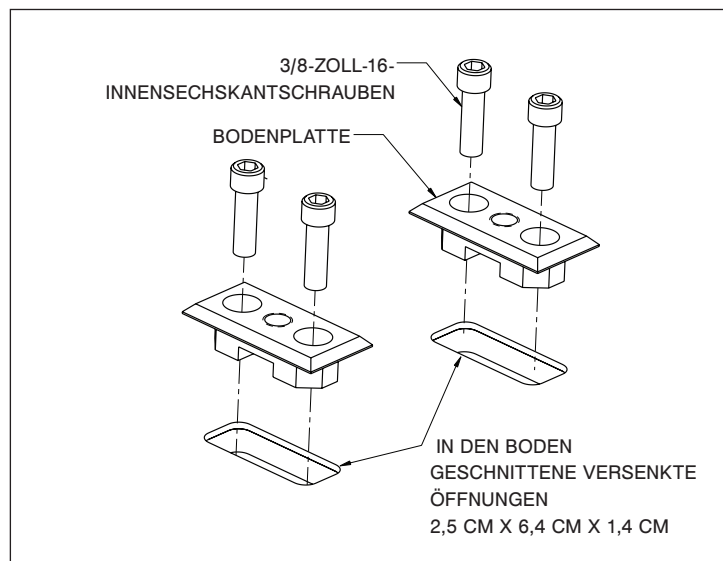
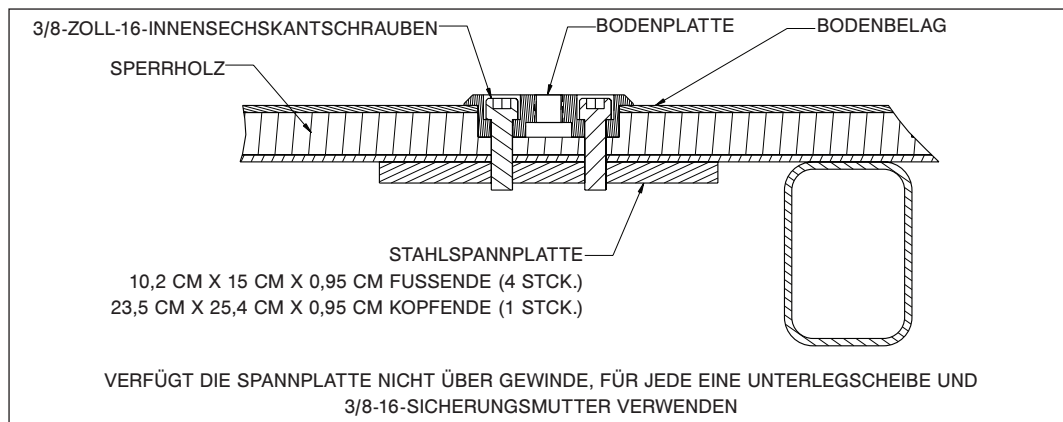

Abbildung 2 - Installation der Bodenplatten
Abbildung 3 - Installation der Bodenplatten
3. Versenkte Öffnungen mit den Maßen 2,5 cm x 6,4 cm x 1,4 cm zentriert über den Anlagestellen der Platte in den Boden schneiden, wie in Abbildung 2 dargestellt.
4. Jede Bodenplatte mit zwei 3/8-Zoll-Innensechskantschrauben, vorzugsweise Güteklasse 8, in den versenkten Öffnungen verankern, wobei die angesenkten Löcher nach oben zeigen müssen, wie in Abbildung 2 dargestellt. Für zusätzliche Stützung, wie in Abbildung 3 dargestellt, sind Stahlspannplatten (oder Ähnliches) erforderlich (Stahlspannplatten nicht im Lieferumfang enthalten).